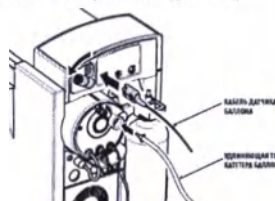

Рис. 21
- Свободной рукой откройте защитную шторку, расположенную на задней панели помпы, сдвинув ее влево, чтобы открыть вход датчика помпы внутриартериального баллона. Оставьте дверцу-шторку открытой вплоть до выполнения подключения. (См. рис. 21.)
- Вставьте разъем оптического датчика во входной разъем датчика помпы внутриартериального баллона. Разъем должен быть вставлен до щелчка. НЕ касайтесь открытого конца кабеля оптического датчика. (См. рис. 21.)